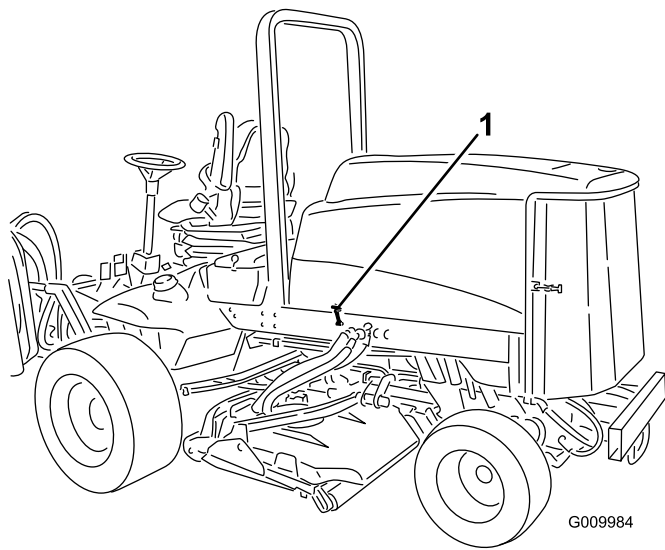

Figura 20
- Desenganche los cierres del capó (Figura 20) y abra el capó.